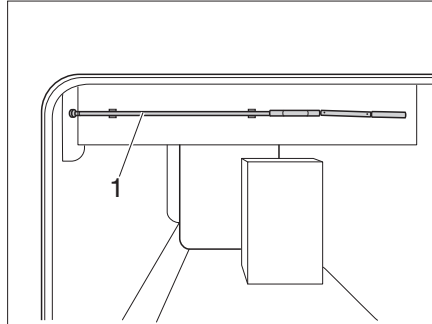

Fig. 143 Manivela para el ajuste de la altura
- Tomar la manivela (Fig. 143,1) fuera del soporte.